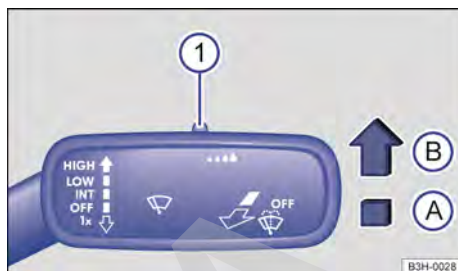

Fig. 77 A la derecha de la columna de dirección: palanca de los limpiaparabrisas.
→ fig. 77:
La sensibilidad del sensor de lluvia se puede regular manualmente con el interruptor en la palanca de los limpiaparabrisas → fig. 77 ① → ⚠.